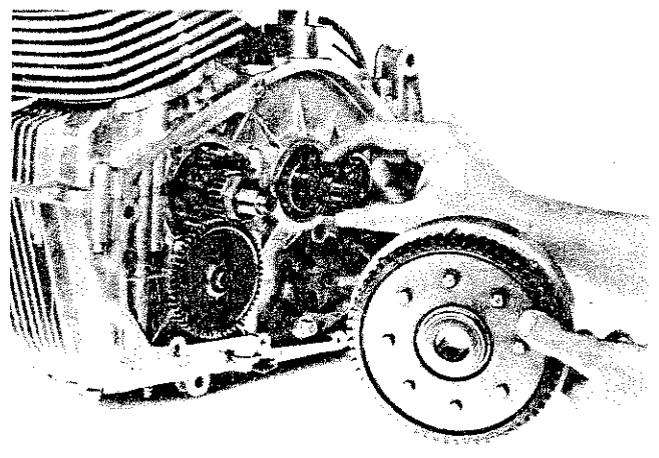
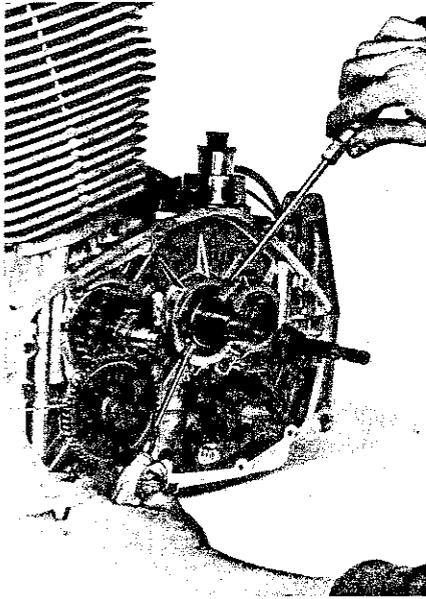

Fig. 117
Fig. 118
- 14) Dietro la campana della frizione vi è una gabbia a rullini di spinta (Fig. 117) che lavora fra due ralle di cui una è forzata nella campana, mentre l'altra è leggermente forzata sull'albero e può essere facilmente estratta con due cacciaviti (Fig. 118).
- 14) Beneath the clutch drum there is a caged rollers thrust bearing (Fig. 117); one of the bearing rings is a force fit in the clutch drum and the other is a light fit on the shaft and can easily be levered off with two screwdrivers (Fig. 118).